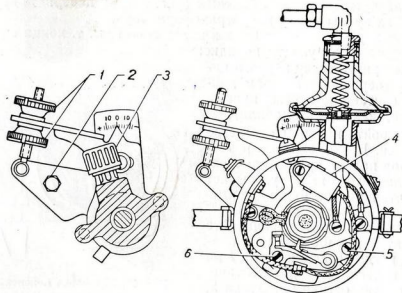

Рис. 21. Распределитель зажигания.
3) гайками 1 (рис. 21) поверните корпус распределителя так, чтобы стрелка октан-корректора совпала с нулевым делением;